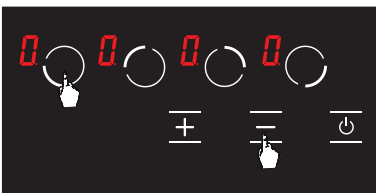

Abbildung 18
2. Berühren Sie die Auswahlstaste (☉) für die vordere linke Kochplatte und die Minustaste (−) gleichzeitig, (siehe Abb. 18) Dabei ertönt ein kurzer Signalton. Danach werden die Finger vom Bedienfeld des Herds entfernt.